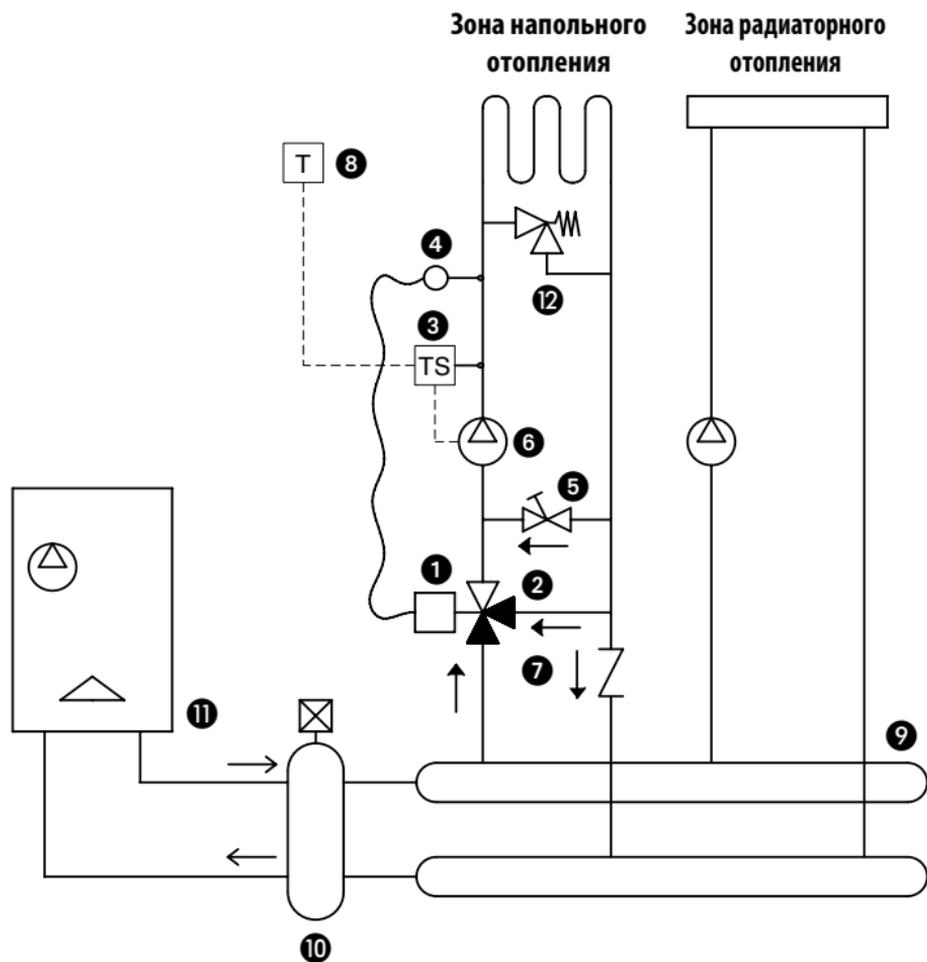

Рис. 1
Термостатический элемент головки подсоединён посредством капилляра к датчику погружения **4**, который определяет температуру жидкости снизу циркулятора (см. рисунок 1).
- Полностью открыть калибровочное стопорное устройство **5** на ответвлении байпаса (рисунок 1).